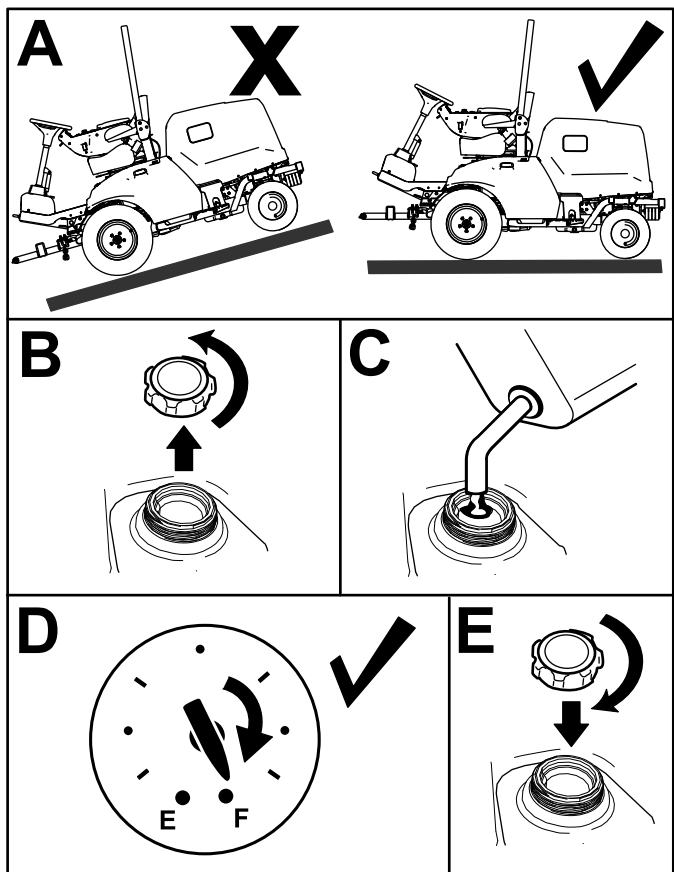

Рисунок 32
1. Припаркуйте машину на ровной горизонтальной поверхности (Рисунок 32), включите стояночный тормоз, выключите двигатель и извлеките ключ.